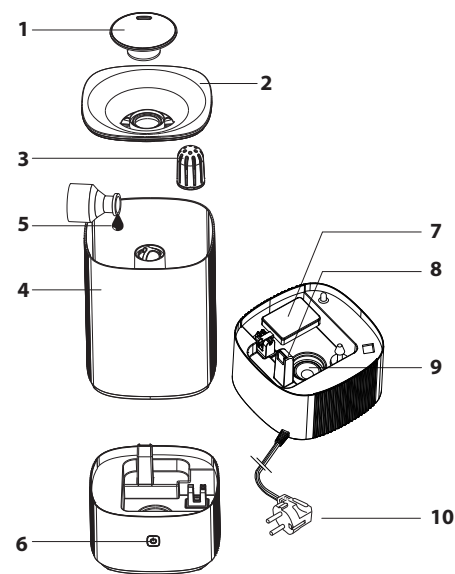
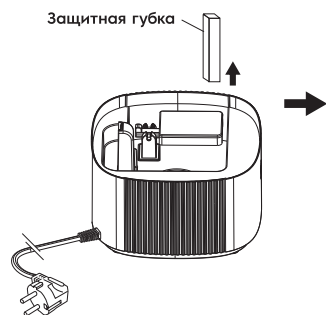

Рис. 1
Рис. 2
3. Налейте чистую воду непосредственно в емкость для воды. Уровень воды не должен превышать отметку MAX внутри бака (рис.2). Воду можно заливать в воронку для залива воды (рис.1).